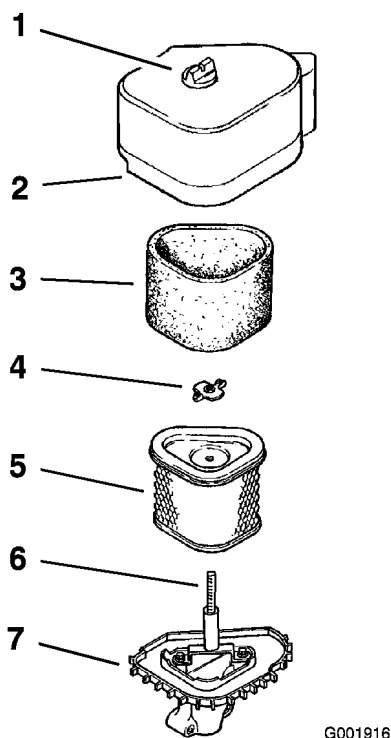

Figure 28
3. Nettoyez la surface autour du filtre à air pour éviter que des impuretés n'endommagent le moteur en tombant à l'intérieur (Figure 28).
4. Dévissez le bouton du couvercle et déposez le couvercle du filtre à air (Figure 28).
5. Dévissez l'écrou à oreilles et déposez l'ensemble filtre à air (Figure 28).
6. Sortez délicatement l'élément en mousse de l'élément en papier (Figure 28).
1. Ne nettoyez pas l'élément en papier. Remplacez-le toutes les 100 heures de fonctionnement (Figure 28).
1. Glissez délicatement l'élément en mousse sur l'élément en papier (Figure 28).
2. Posez l'ensemble filtre à air sur sa base et fixez-le en place avec l'écrou à oreilles (Figure 28).
3. Mettez le couvercle du filtre en place et serrez le bouton (Figure 28).